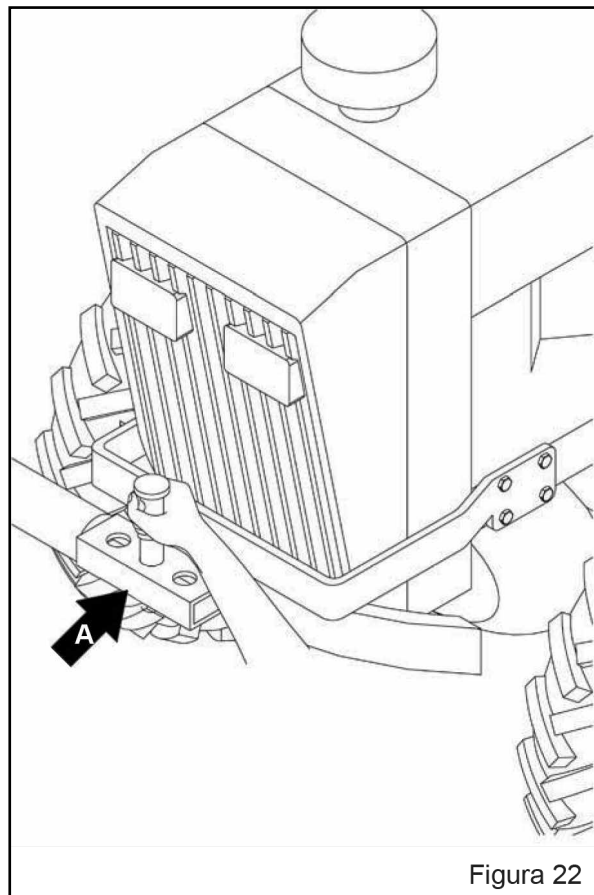

Figura 22
h) Posicione braço de engate dianteiro “A” (Figura 22) em um furo que coincida com o furo parachoque, de forma que o trator e a colhedora fiquem paralelos um ao outro e na distância recomendada no item “g”.